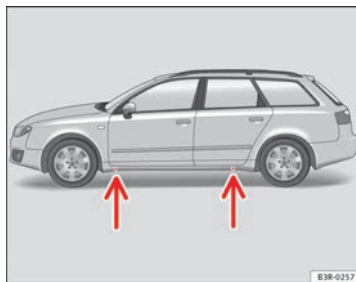

Fig. 194 Cambio de rueda: Puntos de apoyo del gato
- Busque en el larguero inferior el **punto de alojamiento** más cercano a la rueda pinchada ⇒ fig. 194 -flechas-.
En el larguero inferior van marcados los lugares en los que se puede apoyar el gato ⇒ fig. 194 -flechas-. Se ha previsto *un* lugar para cada rueda. El gato no debe colocarse en otros lugares.